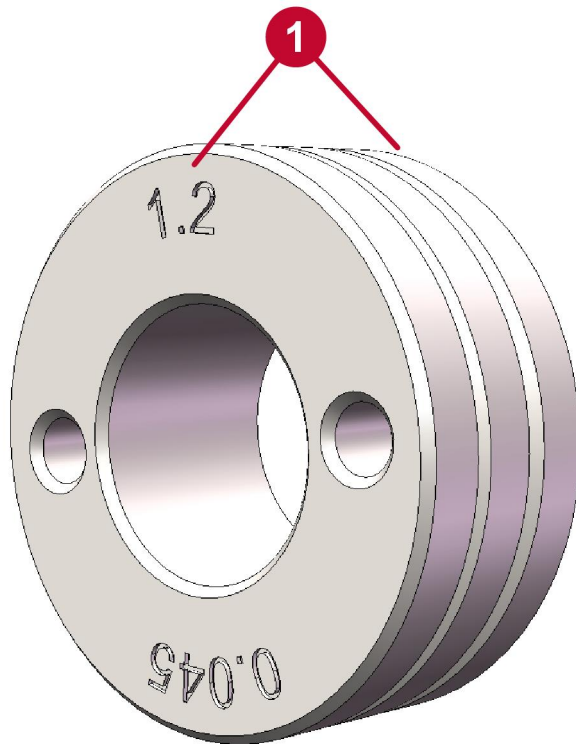

Figure 17. Les galets d'entraînement sont offerts en multiples dimensions.
1. Installez deux nouveaux galets d'entraînement (les deux affichent le même numéro de pièce et leur rainure est orientée dans le bon et le même sens). Vérifiez que la rainure de dimension adéquate est orientée vers l'intérieur (voir la figure 17).